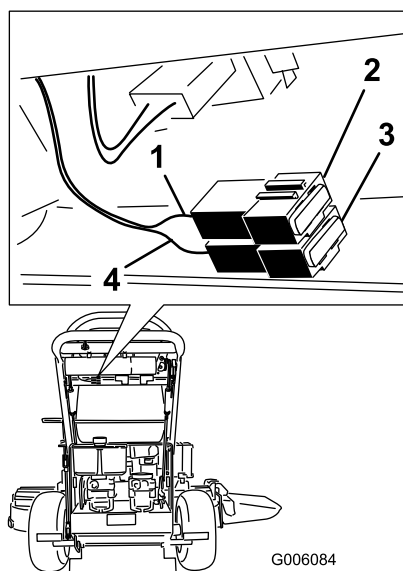

Figure 40
2. Tirez le fusible pour le sortir ou le remplacer (Figure 40).
Remarque: Veillez à utiliser un fusible du bon calibre avec le fil de la couleur appropriée, comme illustré à la Figure 40